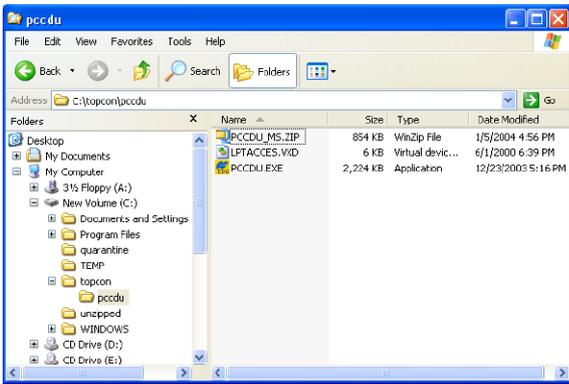

Figura 2-1. Estrazione del programma e creazione del collegamento di scelta rapida
3. Estrarre il file PCCDU.EXE e il file *.dll associato nella cartella PC-CDU (Figura 2-1).
4. Creare un collegamento di scelta rapida sul desktop del computer per un accesso rapido al PC-CDU (Figura 2-1).